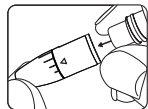

Figura 22
**PASO 1:** Gire la tapa del dispositivo de punción para quitarla. Consulte la figura 22.